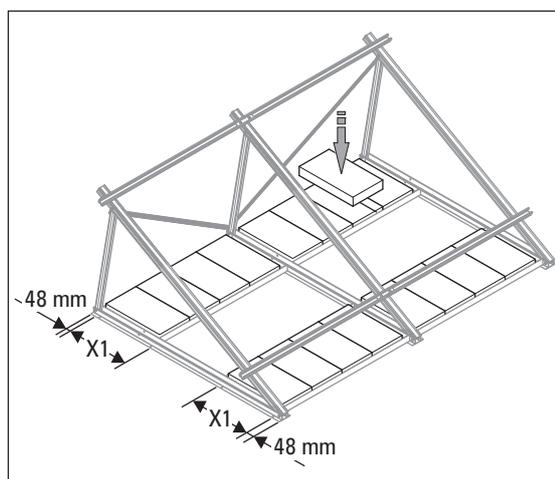
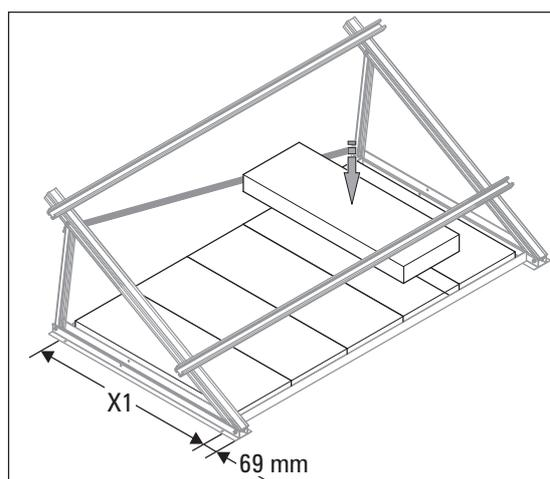

Fig. 3-13 Insertar las losas de hormigón (EKSH26A)
Fig. 3-14 Insertar las losas de hormigón (EKSH26A)
16. Para la protección del panel colector contra la succión del viento, insertar los pesos para carga preparados (para bastidor EKSV26P: 500 mm de longitud, para bastidor EKSH26P: 1000 mm de longitud) en el bastidor de tejado plano (fig. 3-13 o fig. 3-14).
3. Para la protección del panel colector contra la succión del viento, insertar los pesos para carga preparados (para bastidor EKS26P: 500 mm de longitud, para bastidor EKSH26P: 1000 mm de longitud) en el bastidor de tejado plano (fig. 3-13 o fig. 3-14). Tenga en cuenta los pesos requeridos en la tab. 5-2 y en la tab. 5-3 en el capítulo 5.